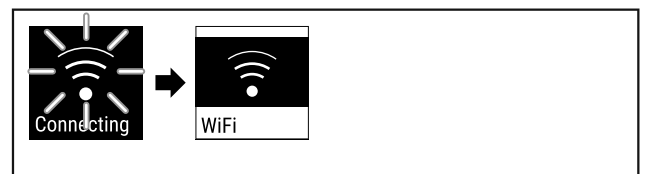

Fig. 85
- ▶ Forbindelsen opprettes (se Fig. 85).